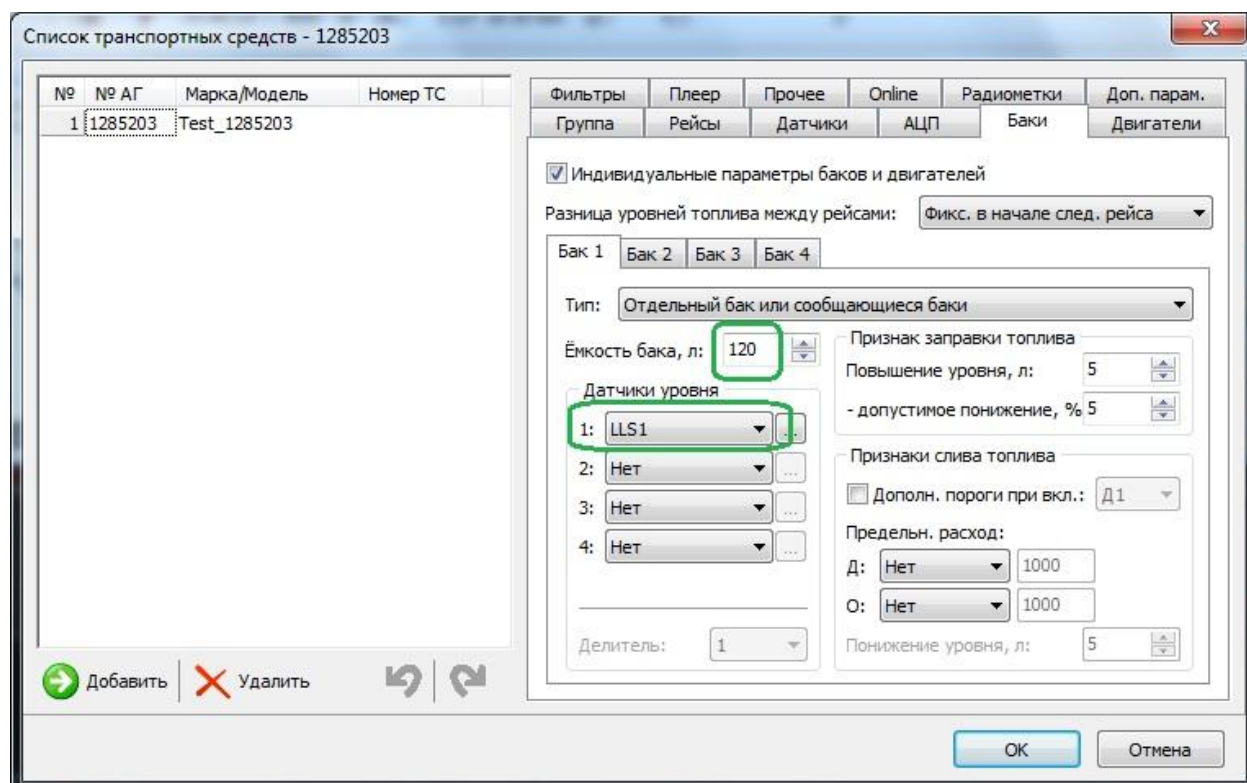

Рисунок 3
3.2.1. На вкладке «Баки» выбрать бак, источник данных и прописать ёмкость бака. (Рис. 3):